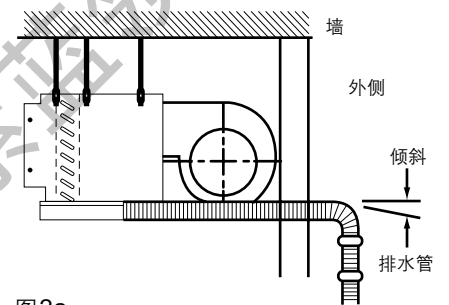
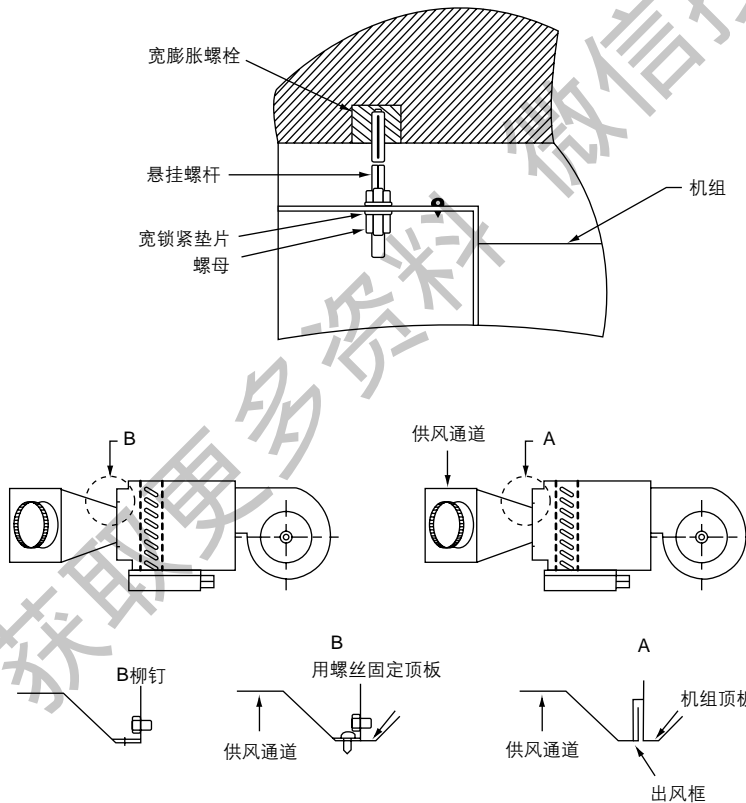

图2a
图2b
1. 将机组挂在一个坚固并且水平的屋顶等支撑物上。吊装表面不坚固将引起噪音、振动或者泄漏（见图2a）。带风管的正确安装请参见图2b。建议M8的螺栓连接。